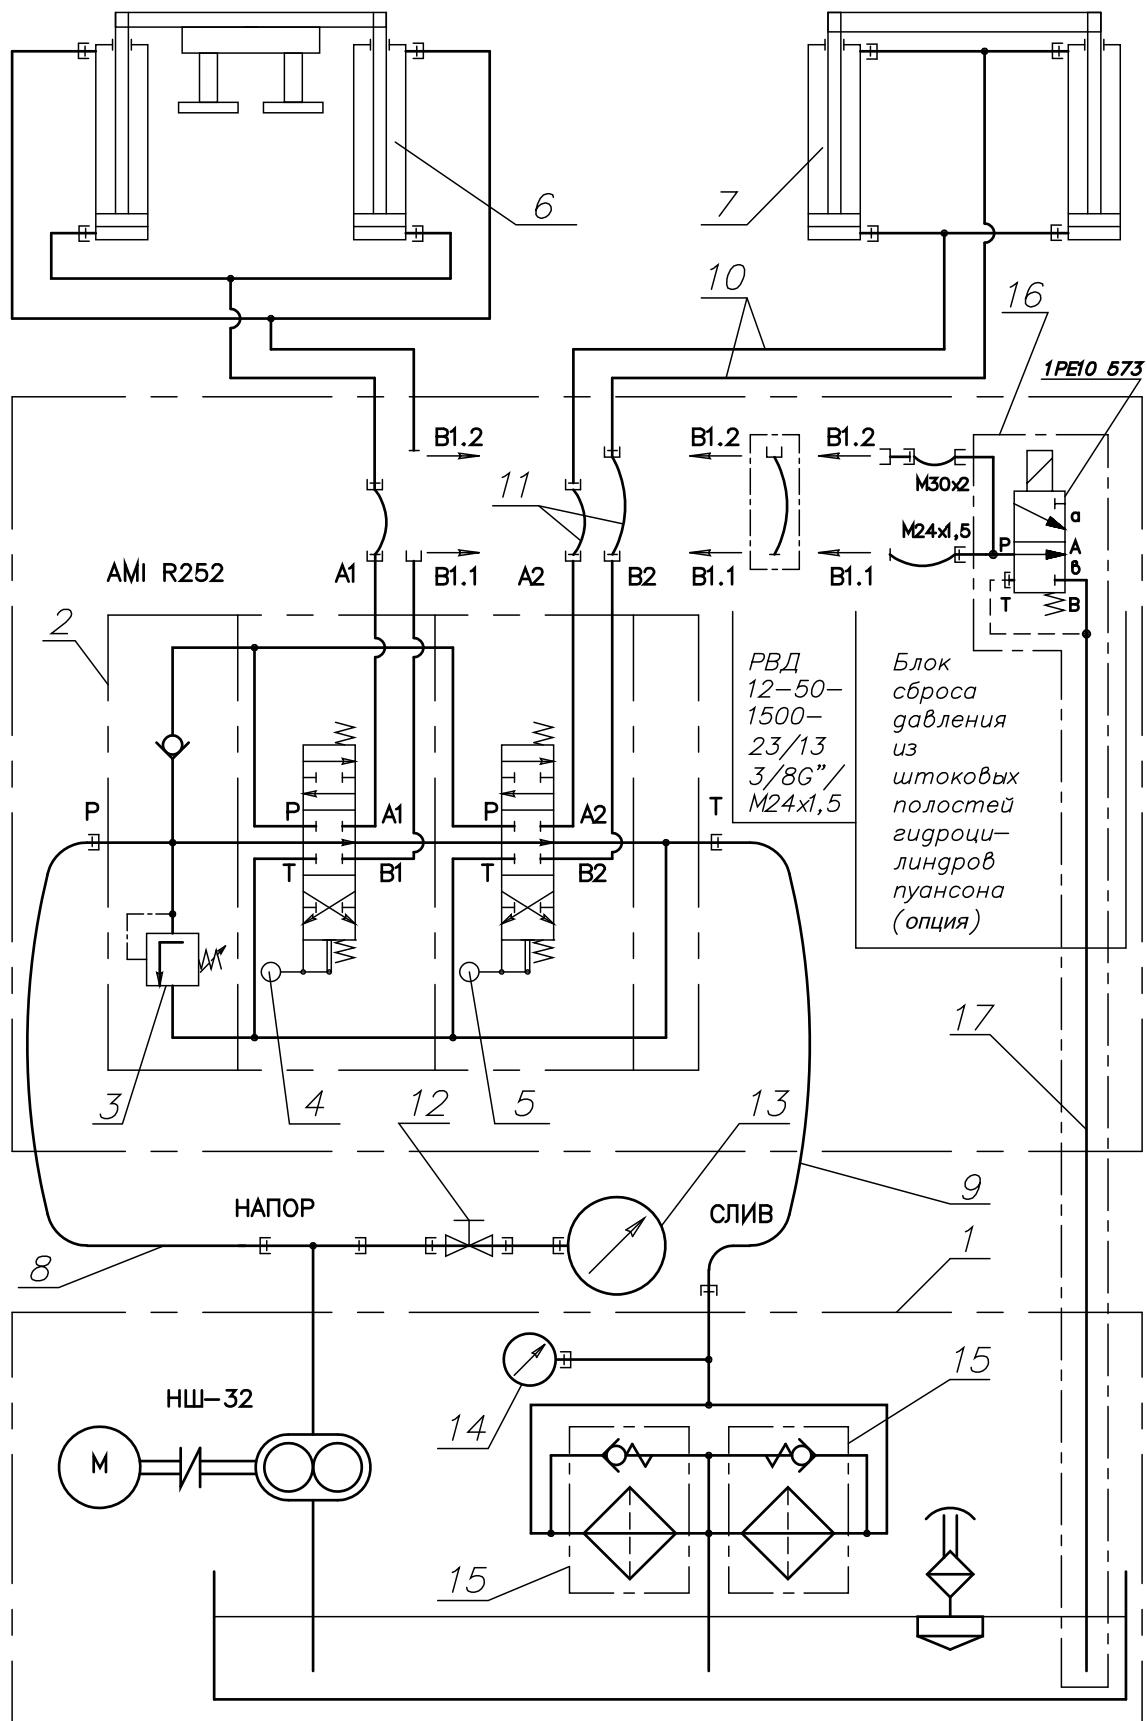

Рис. 4. Схема гидравлическая принципиальная.
3.8. Подсоединить насосную установку к вибропрессу в соответствии со схемой гидравлической (рис. 4). Залить в насосную установку рабочую жидкость, см. табл. 3.